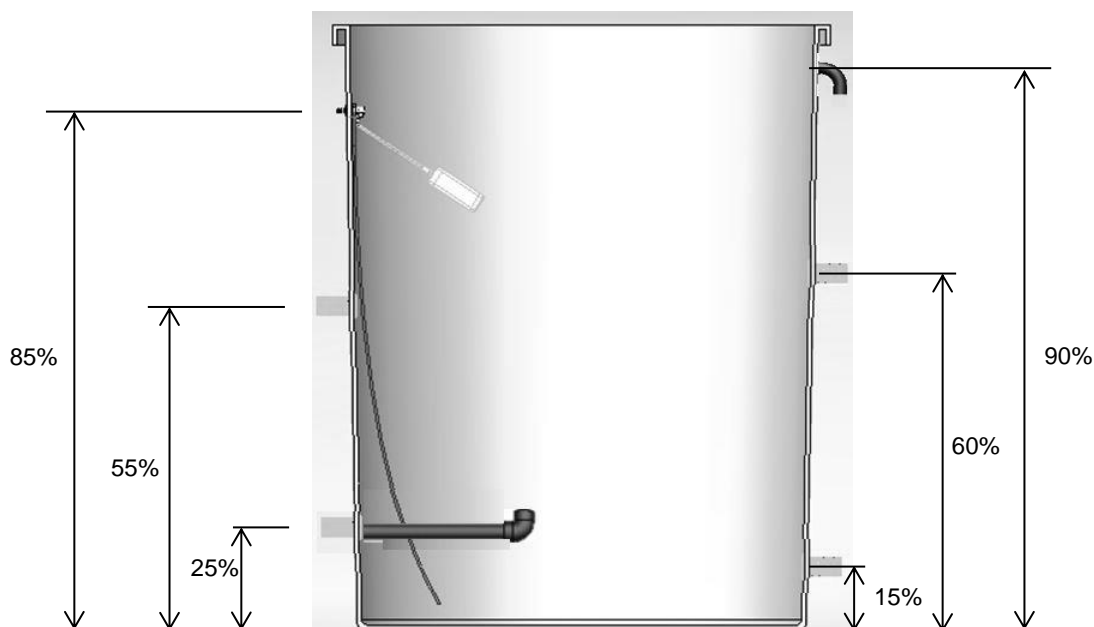

Figura 1. Representació de les distàncies dels forats en funció de l'alçada total del dipòsit.
- Cal fer els forats del dipòsit a una certa distància per al bon funcionament del sistema. A la Figura 1 es mostra el percentatge, en relació a l'alçada del dipòsit.
- Cal que l'aixeta amb flotador, disposi d'un tub de prolongació per portar l'aigua procedent de la xarxa cap a la part inferior del dipòsit, tal i com es veu en la Figura 1, per tal d'evitar que l'aigua de la xarxa, més freda, es barregi amb l'aigua ja escalfada pel captador.